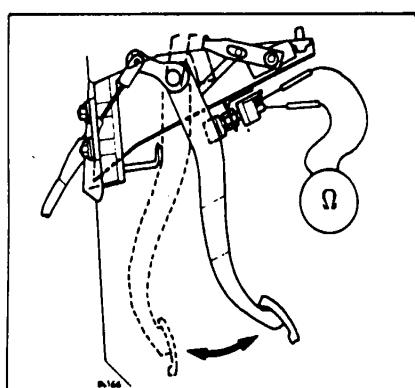

Рис. 17 Проверка выключателя нейтрали
- Отсоедините разъем выключателя, расположенного рядом с аккумулятором и подсоедините омметр к клеммам выключателя (рис. 17).